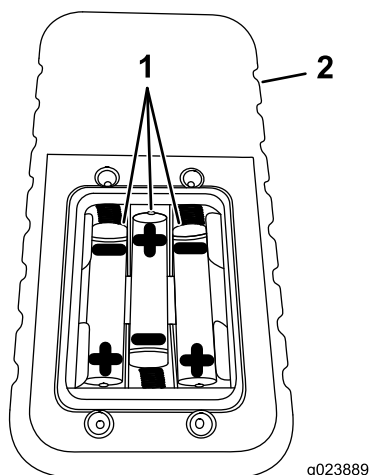

Figura 7
4. Instale 3 baterías AAA nuevas con la orientación indicada en Figura 7.